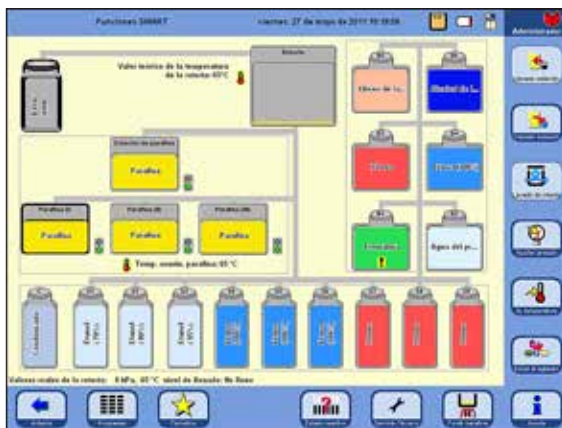

Fig. 181
- Con la tecla **SMART SCREEN** se accede a la pantalla **FUNCIÓNES SMART** (fig. 181).